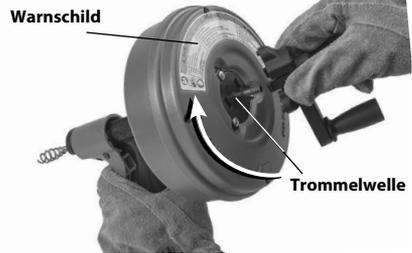

Abbildung 2 – Entfernen des Kurbelgriffs vom POWER SPIN+
- Warnschild vorhanden und lesbar (siehe Abbildung 2).
7. Bei Verwendung des POWER SPIN+ mit einer Akkubohrmaschine die Kurbel auf der Rückseite der Trommel entfernen, indem die Laschen auf beiden Seiten gedrückt werden (*siehe Abbildung 2*). Die Trommelwelle fest in das Spannfutter der Bohrmaschine einspannen.
7. Drehen Sie die Trommel im Uhrzeigersinn (am Pfeil auf der Rückseite der Trommel sichtbar, *siehe Abbildung 2*) und drücken Sie den Auslöser des Abflussreinigers. Durch Betätigung des Auslösers wird die Spirale in den Abfluss geführt.